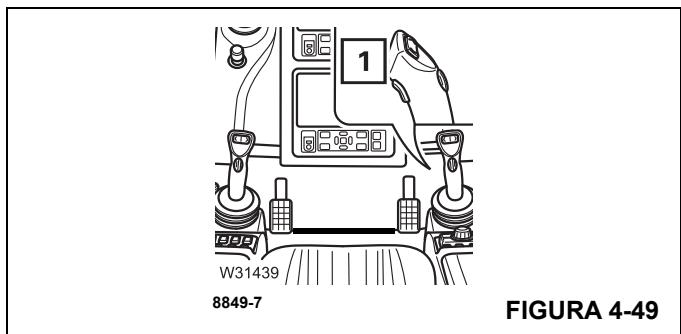

FIGURA 4-49
- Oprima y mantenga oprimido el interruptor de hombre muerto derecho (1), (Figura 4-49), y eleve lentamente el aparejo de gancho.